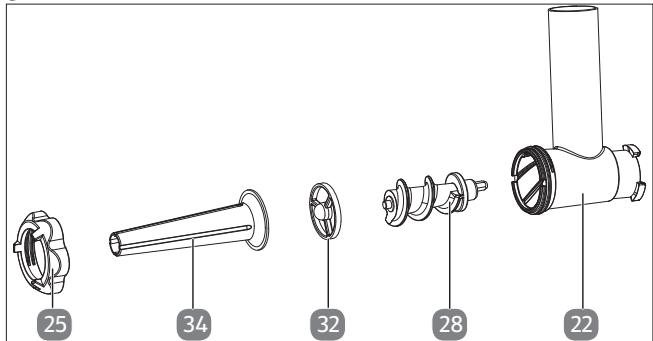

Fig. 19 – Accesories para elaborar salchichas
1. Monte los accesorios como se indica (véase Fig. 19).